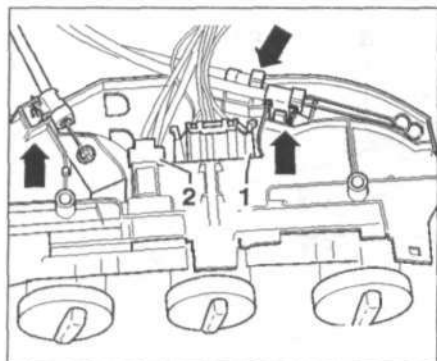

Рис. 12.54. Отсоедините тросы управления от регуляторов (стрелки). Отсоедините разъемы проводки 1 и 2.
6. Отсоедините тросы управления от регуляторов (стрелки) (рис. 12.54). Отсоедините разъемы проводки 1 и 2.